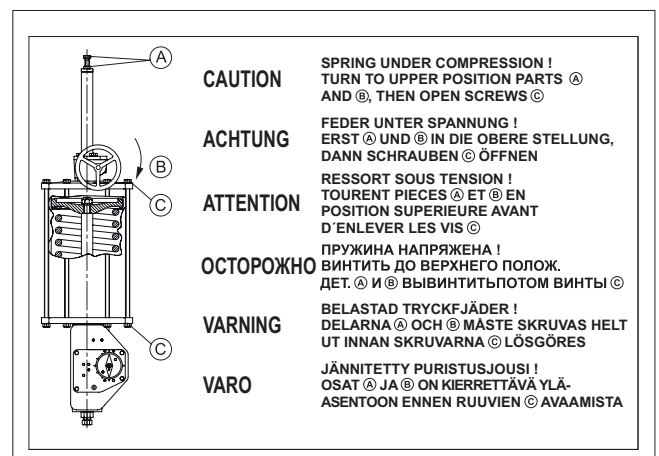

Fig. 26 Plaque d'avertissement de l'actionneur B1JRR
Une plaque d'avertissement (43) est fixée sur le cylindre, voir Figure 26. Lors de toute opération d'entretien, s'assurer que cette plaque est bien à sa place et lisible. Vérifier également que le cylindre a aussi un autocollant en forme de flèche indiquant le sens de fonctionnement du ressort.